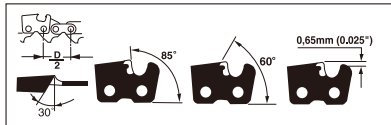

Fig. 21
**KJEDESKJERPING** – Hellingen på kjeden (Fig. 21) er  $3/8''$  LoPro x .050". Slip kjeden med vernehansker og en rundfil på  $\varnothing 5/32''$  (4 mm).
Alltid slip bare kutterne med filing utover (Fig. 22) mens du følger verdiene som er gitt i Fig. 21.